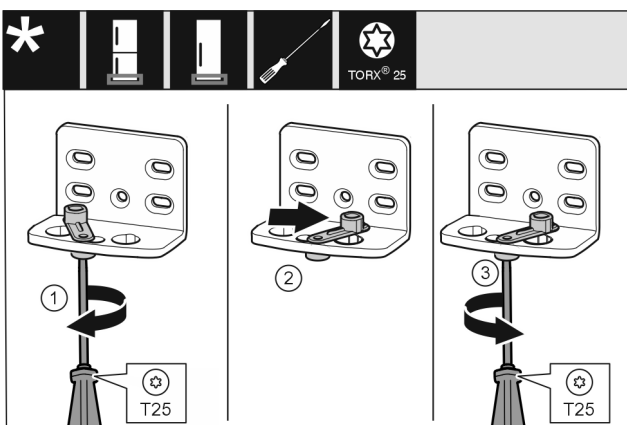

Fig. 26
- Allentare leggermente la vite Fig. 26 (1) con un cacciavite.
- Sollevare l'ausilio di chiusura della porta Fig. 26 (2) e ruotarlo nel foro di 90° a destra.
- Stringere la vite Fig. 26 (3) con un cacciavite.